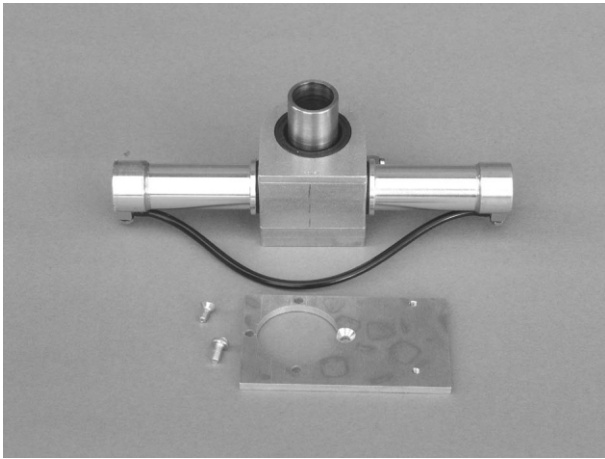

Bild 1
Wenn Sie die optionale hydraulische Erweiterung erworben haben, wird an Stelle des Zylinderhalteblechs (M) das Schlauchhalteblech (B) aus der hydraulischen Erweiterung montiert. (Siehe Bild 1 hydr. Erw.)